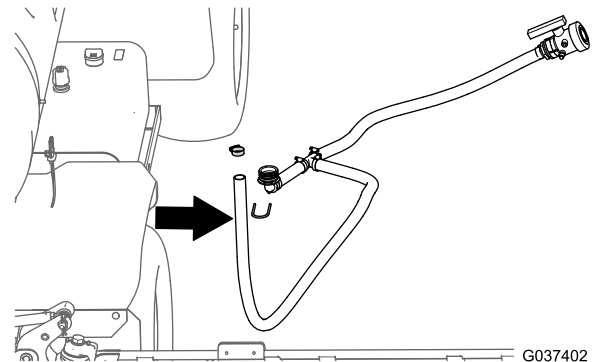

Bild 30
5. Entfernen Sie das Sicherheitsventil und die Ablassschläuche von der Maschine (Bild 30).